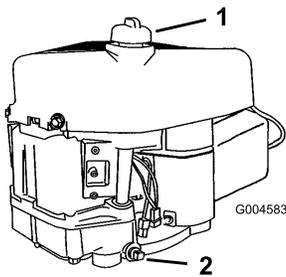

Figure 18
11. Versez lentement environ 80 % de la quantité d'huile spécifiée dans l'orifice de remplissage (Figure 18). Vérifiez le niveau d'huile (voir Contrôle du niveau d'huile).